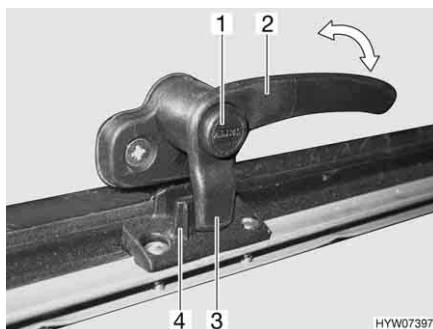
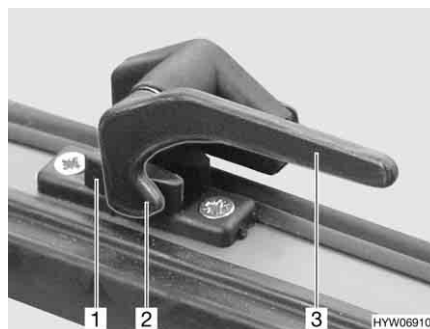

Fig. 66 Palanca de bloqueo con botón de seguridad en la posición de "cerrado"
Fig. 67 Palanca de bloqueo en la posición de "cerrado"
- Si existe, pulsar el botón de seguridad (Fig. 66,1) y mantenerlo pulsado.
- Girar la palanca de bloqueo (Fig. 66,2 ó Fig. 67,3) un cuarto de vuelta hacia la mitad de la ventana.
- Girar la palanca de bloqueo (Fig. 66,2 ó Fig. 67,3) un cuarto de vuelta hacia el marco de la ventana. El saliente de bloqueo (Fig. 66,3 ó Fig. 67,2) de la palanca de bloqueo se encuentra en la cara interior del bloqueo de la ventana (Fig. 66,4 ó Fig. 67,1).
- En la posición "cerrada fijamente" (Fig. 66 y Fig. 67)